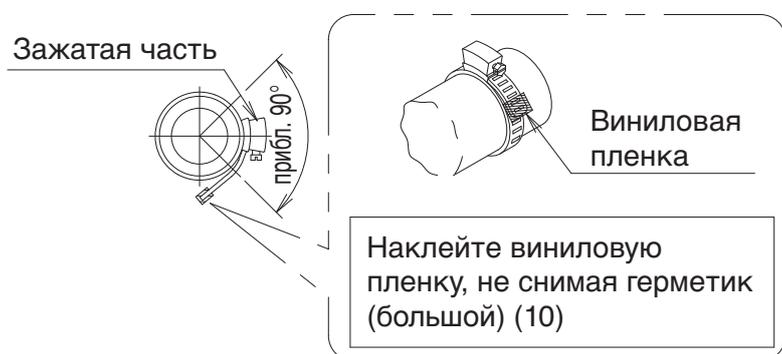

Рис. 12
- Не затягивайте металлический зажим (2) с усилием выше указанного. Дренажный шланг (1), гнездо или металлический зажим (2) могут быть повреждены в результате этого.
- Оберните виниловую пленку вокруг конца металлического зажима (2), так чтобы изолирующий материал (большой) (10), который должен использоваться для следующего процесса, не повредился концом зажима, или согните кончик металлического зажима (2) вовнутрь, как изображено на рисунке. (См. Рис. 12)